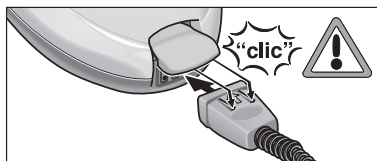

Рис. 1: Фиксация блочного штекера
• Прочно вставить блочный штекер (C7) в розетку прибора (A1). При этом оба выступа блочного штекера должны зафиксироваться в крышке розетки прибора (см. рис. 1)